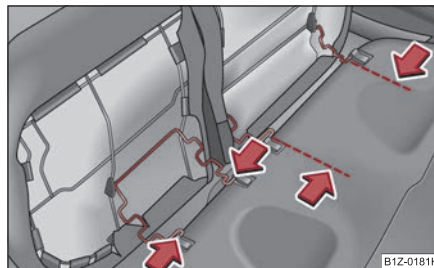

Fig. 85 Retirar las superficies de los asientos posteriores
- Presionar el estribo de alambre en sentido de la flecha ⇒ fig. 85 y sacar la superficie del asiento posterior de la fijación.